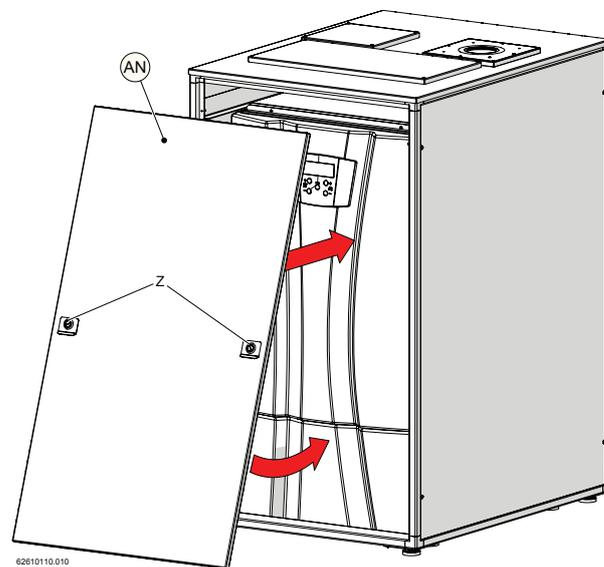

Figura 5-58
15.-apporre la copertura frontale "AN" come in Figura 5-58 e 5-59. Fissare la stessa alla struttura agendo sulle serrature "Z" con un giravite a taglio (Figura 5-60);